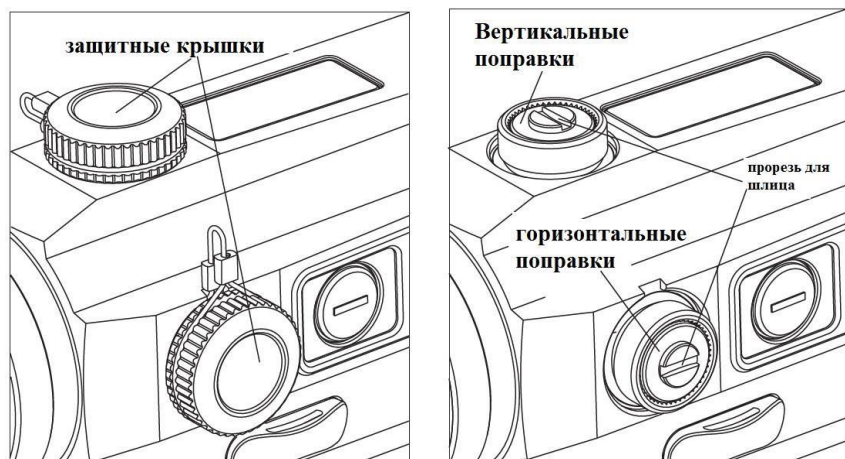

рис.6
1. Сверху прицела находится барабан вертикальных поправок, справа – барабан горизонтальных поправок (Рис.6). На фабрике прицельная марка устанавливается в среднее положение.
2. Сначала снимите защитную крышку (см. Рис.6), вставьте шлиц отвертки в прорезь на барабане ввода поправок и поверните его вправо или влево, чтобы сделать нужную поправку. Каждый щелчок приводит к смещению точки попадания на 0,5 МОА.